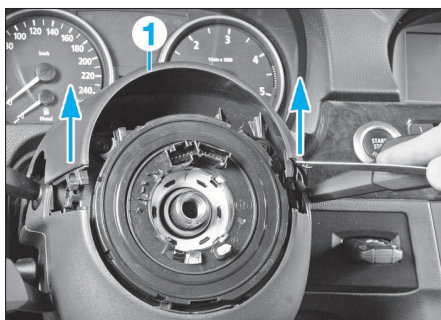

FIG. 4
- Désaccoupler l'arbre inférieur de direction (3) du boîtier de direction puis le déposer de la colonne de direction.
- Déclipper latéralement (flèches) l'habillage supérieur de colonne de direction (1) (avec un racloir par exemple) (Fig.4).